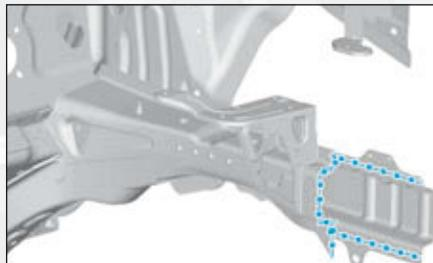

FIG.28
- les zones d'accostages sur la caisse (Fig.28).